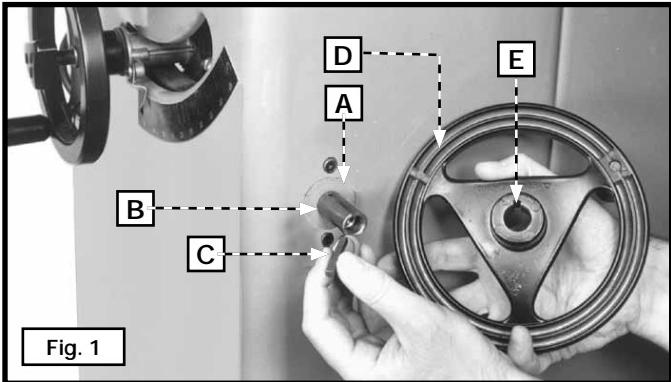

Fig. 1
Quite el envoltorio de poliestireno y cualquier otro elemento suelto del interior del gabinete de la sierra. Para retirar la cubierta del motor, use una llave hexagonal para retirar los tornillos de cabeza hexagonal 1/4 - 20 x 19,05 mm (5/8") (B) Fig. 1. Empuje la cubierta del motor hacia un lado con firmeza para oprimir los sujetadores y empujar la cubierta del motor hacia afuera. Consulte la sección "CUBIERTA DEL MOTOR".
3. Base de extensión (2)
- Coloque una arandela de fibra (A) Fig. 1, en el eje del volante de inclinación de la hoja (B). Instale la llave (C) en la ranura del eje.
- Coloque el volante (D) en el eje (B) Fig. 1. Alinee la ranura (E) en el volante con la llave (C).